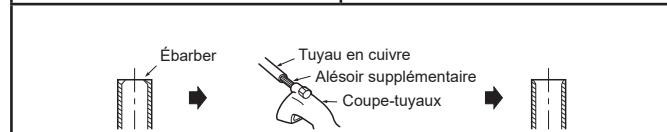

Fig. 3
- Préparez l'extrémité du câble de terre (Fig. 3). Branchez-la à la borne de mise à la terre du boîtier électrique.
- Préparez l'extrémité du câble de connexion de l'unité interne/externe (A) (Fig. 3). Branchez-la au bloc de raccordement. Veillez à ne pas effectuer d'erreur de branchement. Fixez fermement le câble au bloc de raccordement pour ne pas faire apparaître son nouet et n'appliquez aucune force extérieure à la section de branchement du bloc de raccordement.
- Placez le bouchon de vidange sur la section sur laquelle le tuyau de vidange doit être fixé à l'arrière de l'unité interne. (Fig. 3)
- Lors du raccordement du tuyau de vidange à une enveloppe de chlorure de polyvinyle dure, veillez à l'insérer correctement dans l'enveloppe. (Fig. 3)
- 2) Ébarbez parfaitement la partie tronçonnée du tuyau en évitant d'introduire des éclats de métal dans la tuyauterie. (Fig. 3)